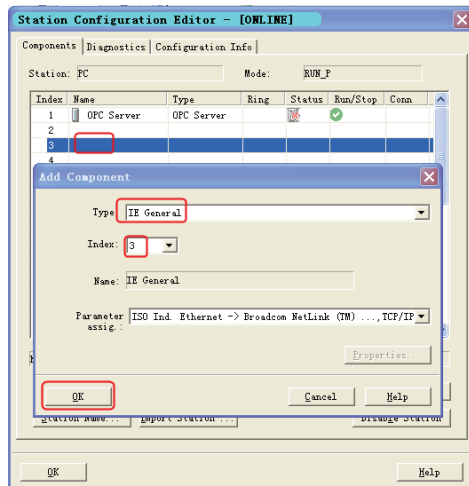

图 10-46 添加组件 (2)
3) 选择第三号插槽, 单击“Add” (添加) 按钮或单击鼠标右键选择“添加”按钮, 在添加组件窗口中选择 IE General, 如图 10-46 所示。